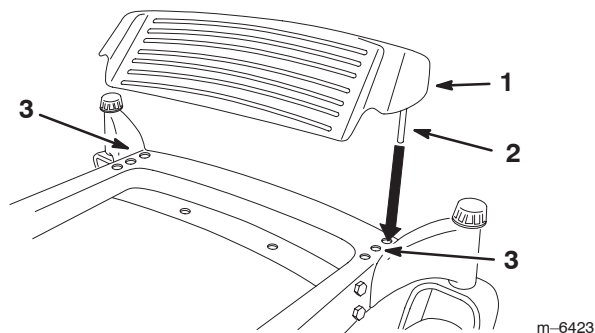

Figure 15
1. Soulevez le repose-pied et placez les tiges dans les mêmes trous (Fig. 15).